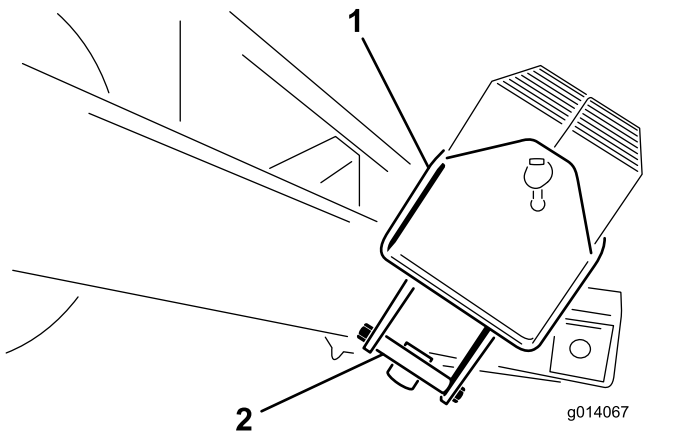

Figure 5
2. Retirez les boulons ($\frac{1}{2}$ " x $5\frac{1}{2}$ "") du support de montage du boîtier des masses. Mettez les supports de montage au rebut (Figure 5).